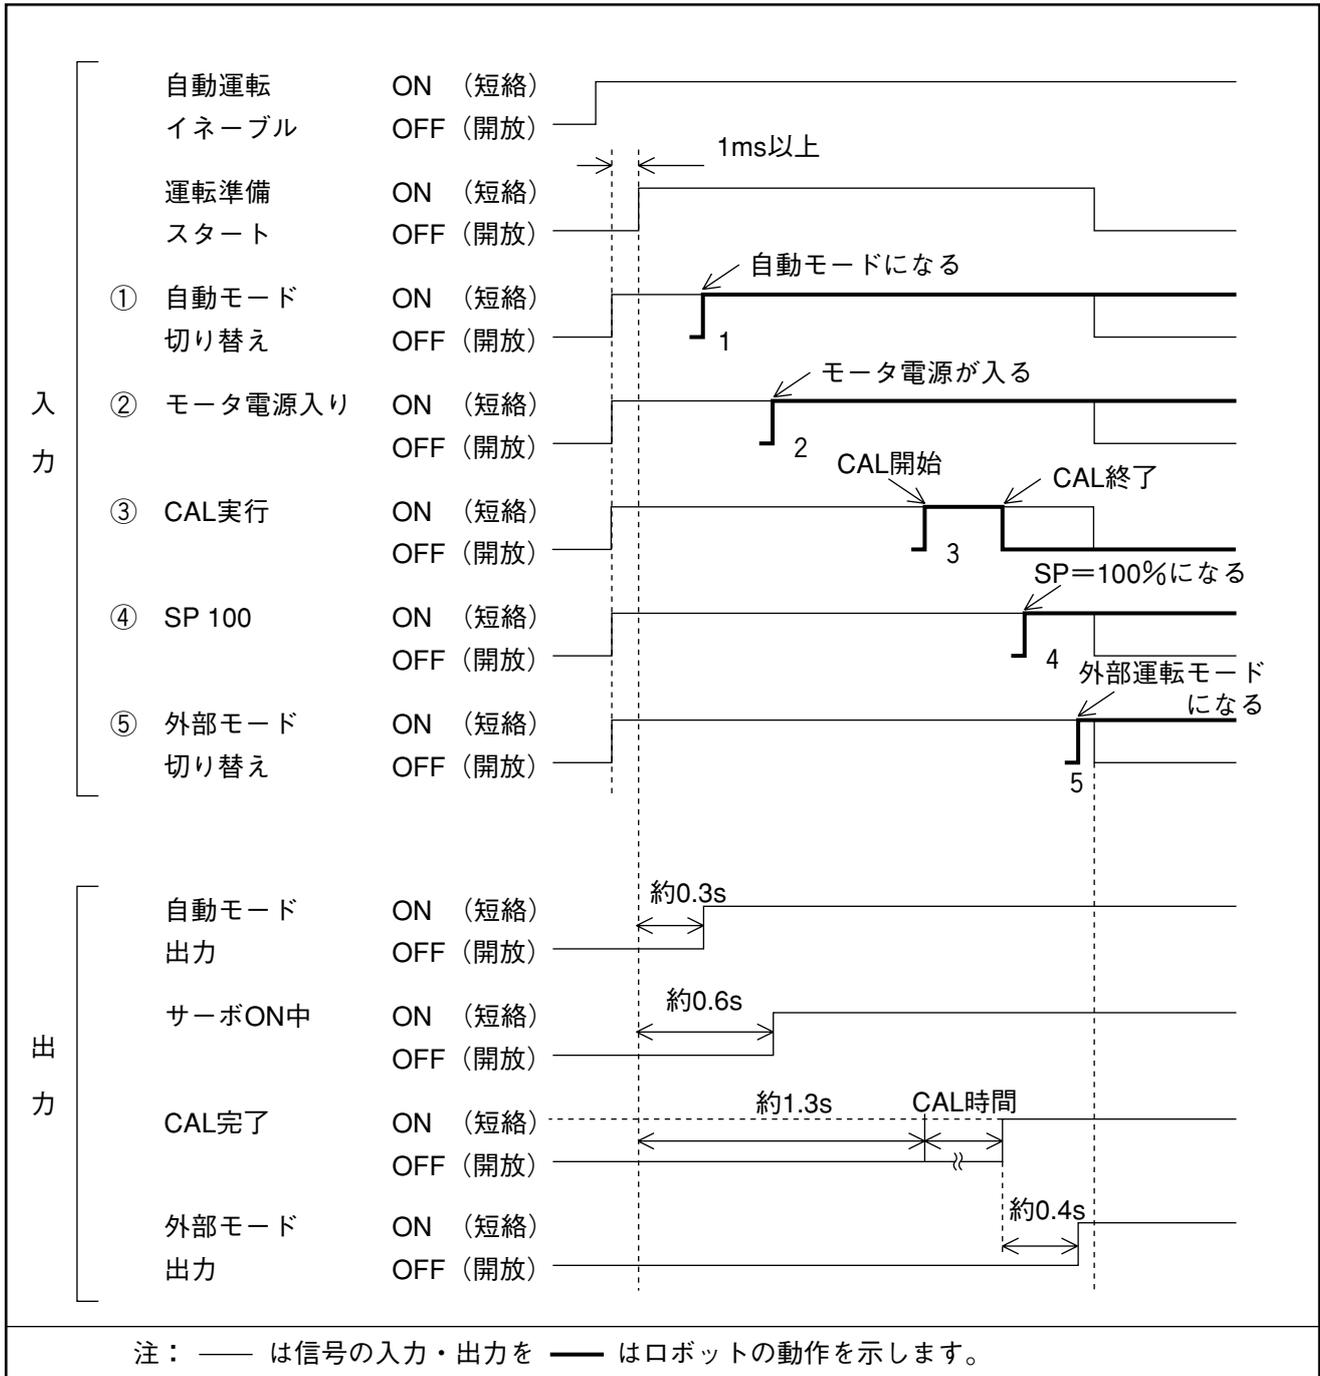

図5-24 運転準備スタート信号のタイミングチャート例
①～⑤の入力は、入力する項目の前項の完了が条件になります。ただし、④のSP100設定の完了は、⑤の外部モード切り替えの条件とはなりません。また、①～⑤はオペレーティングパネルまたはティーチングペンダントで、一部実行しても有効になります。
運転準備スタートおよび①～⑤の入力タイミングは次ページの図5-24をご参照ください。